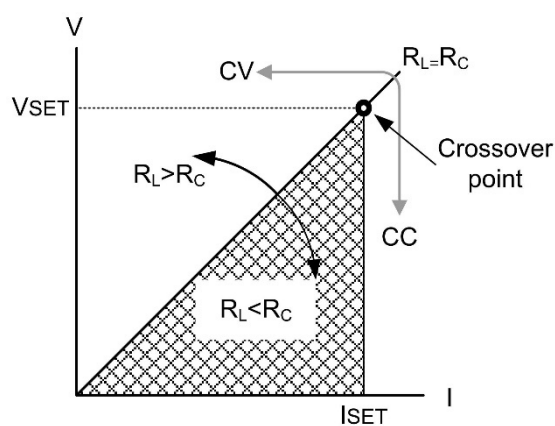

图 3-4
按下 **Set** 键, 进入输出电压与电流设置页面, 如图 3-4 所示。
当电源在恒流模式 (CC) 下运行时, 将向负载提供恒流。在恒流模式下, 电压输出可以变化, 而电流保持恒定。当负载电阻增加到无法再维持电流限制 (ISET) 时, 电源会切换到 CV 模式。电源切换模式的点是交叉点, 如图 3-4。